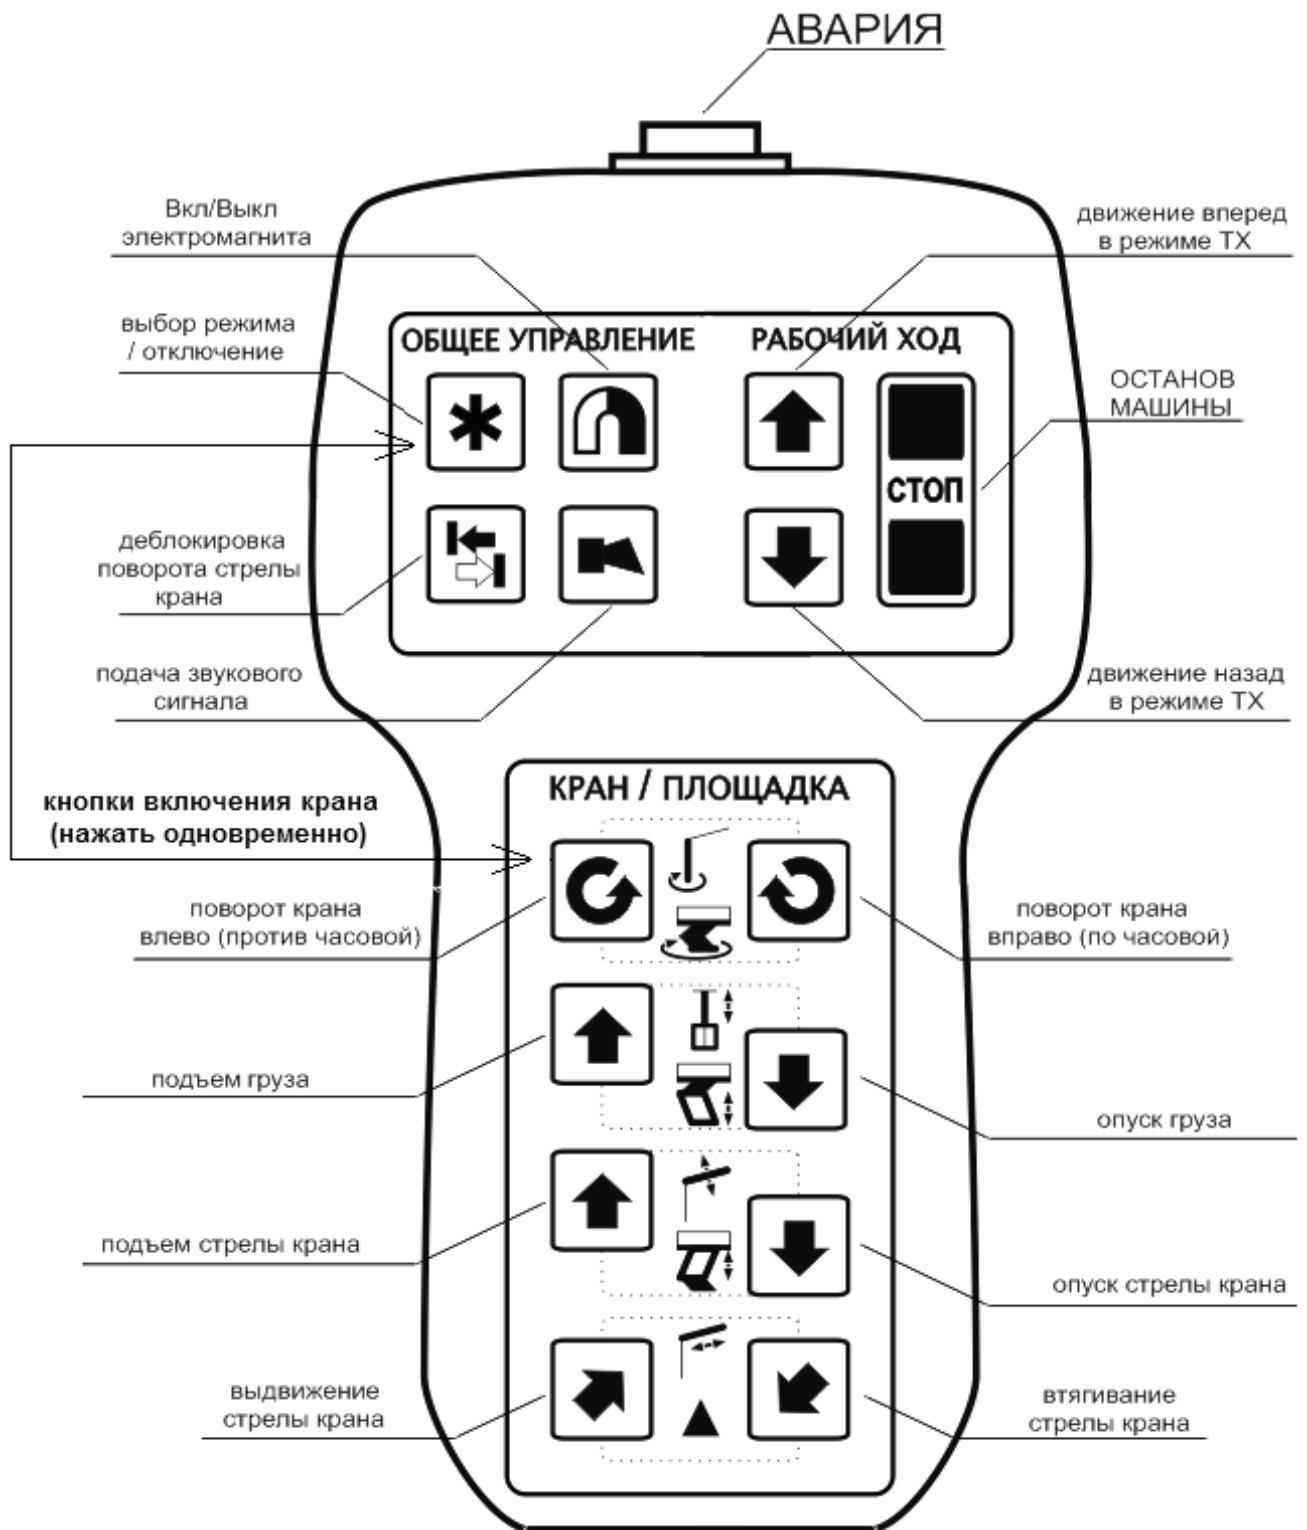

Рис. 7.1.8 – Схематичной изображение лицевой стороны пульта ПДУ.
- после включения нажать одновременно две кнопки: “выбор режима” и “поворот крана влево” (Рис. 7.1.8).